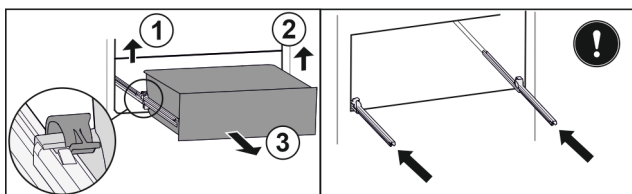

Fig. 197
- Ridicați cleva din stânga și trageți concomitent sertarul din stânga spre înainte. Fig. 197 (1)
- Ridicați cleva din dreapta și trageți concomitent sertarul din dreapta spre înainte. Fig. 197 (2)
- Extrageți sertarul spre înainte. Fig. 197 (3)